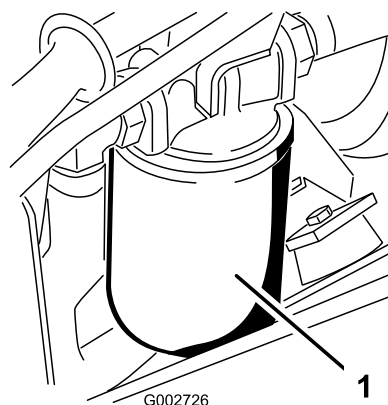

Figura 41
3. Coloque un recipiente debajo del filtro hidráulico, que está situado en el lado izquierdo de la máquina (Figura 41).